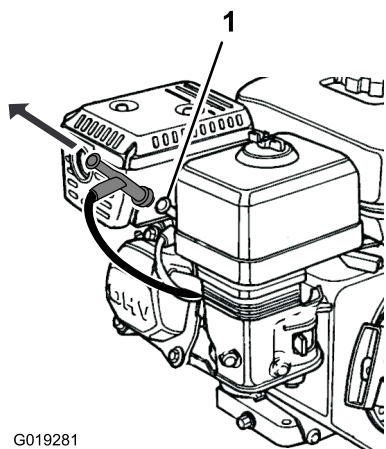

Figura 37
6. Deshabilite el motor; consulte Figura 37.
Desconecte el cable de la bujía del terminal de la bujía (Figura 37).